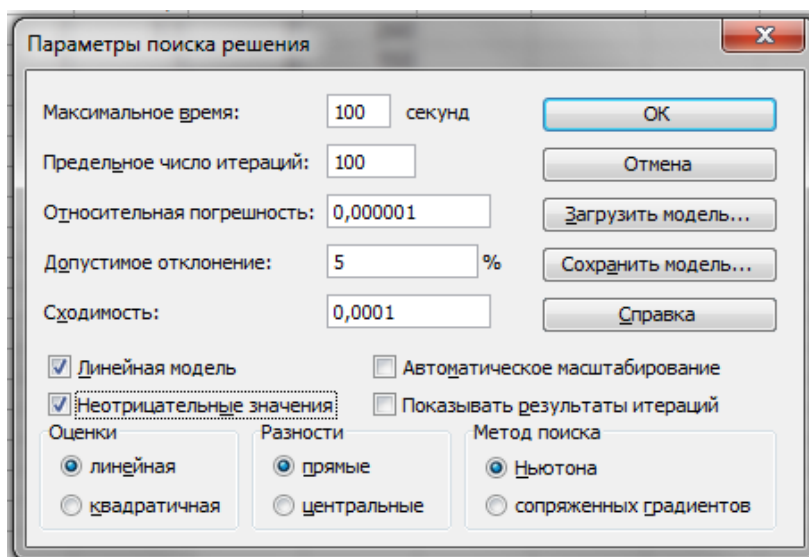

Рисунок 11 - Ввод параметров
- В диалоговом окне поместить указатель мышки на кнопку «Параметры». На экране появиться диалоговое окно «Параметры поиска решения» (рис. 11).